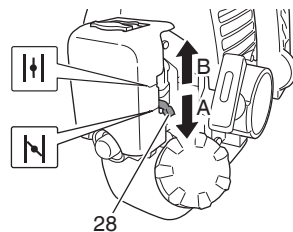

Fig. 17
(3) Ajuste la palanca del estrangulador (28) en la posición de arranque START (cerrado) (A). (Fig. 17)
- (5) Cuando escuche el amago de arranque del motor, devuelva la palanca del estárter a la posición RUN (abierto) (B). (Fig. 17)